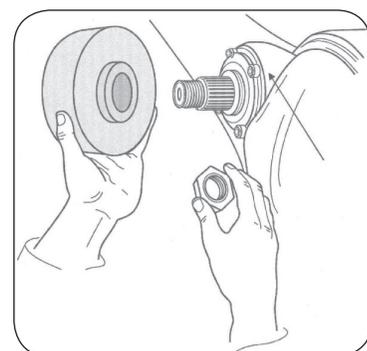

Figure 2-Remove bearing cage bolts to ensure seal is installed completely.
**Note: On the forward tandem axle output location, the PT6000 will not completely seat the seal into the bearing cage retainer unless the bearing cage retainer bolts are removed first. See Figure 2.**
**Remarque :** Sur l'emplacement de sortie de l'essieu tandem avant, le PT6000 n'assoira pas complètement le joint dans la pièce de retenue de la cage de palier si les boulons de la pièce de retenue de la cage de palier ne sont pas Déposés au préalable. Il n'est pas nécessaire de retirer les boulons de la cage de pièce de retenue du palier de pignon. Voir Figure 2.